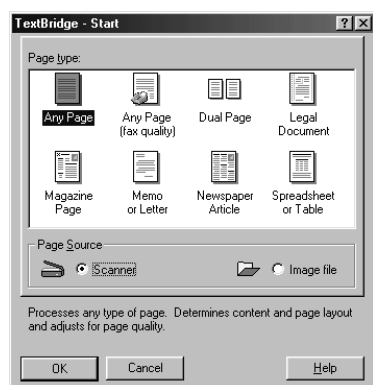

Figura 45: Selezione di 'Page Source'
4. Impostare 'Page Source' su 'Scanner' tramite il mouse (vedere la Figura 45).